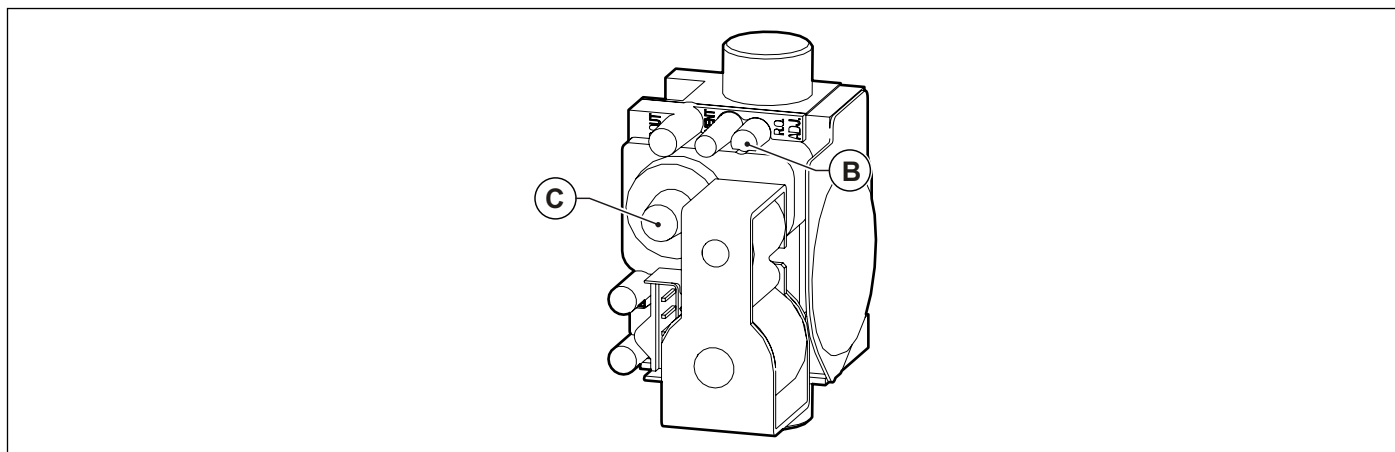

Fig. 34 Regulación valor anhídrido carbónico
- Regular el valor del anhídrido carbónico (CO₂) en los humos girando el regulador de relación **B** (ver Fig. 34 Regulación valor anhídrido carbónico) y asegurarse de que no supere los límites de la Tab. 19 Valores de CO₂ en los humos. Dejar la caldera en modalidad deshollinado y continuar en el paso siguiente de ajuste a la potencia mínima.
- Regular el valor del anhídrido carbónico (CO₂) en los humos girando el regulador de offset **C** (ver Fig. 34 Regulación valor anhídrido carbónico) y asegurarse de que no supere los límites de la Tab. 19 Valores de CO₂ en los humos.